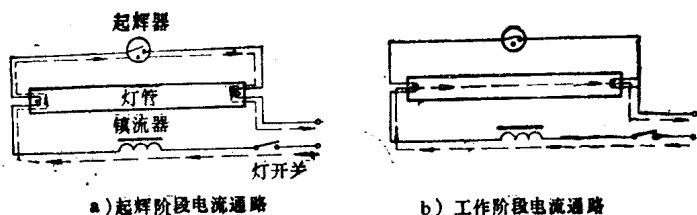

图3 荧光灯工作原理示意图
**2 荧光灯** 基本结构由灯管、起辉器和镇流器等组成。各种主要元件的基本构造如图2所示。荧光灯的工作原理如图3所示。